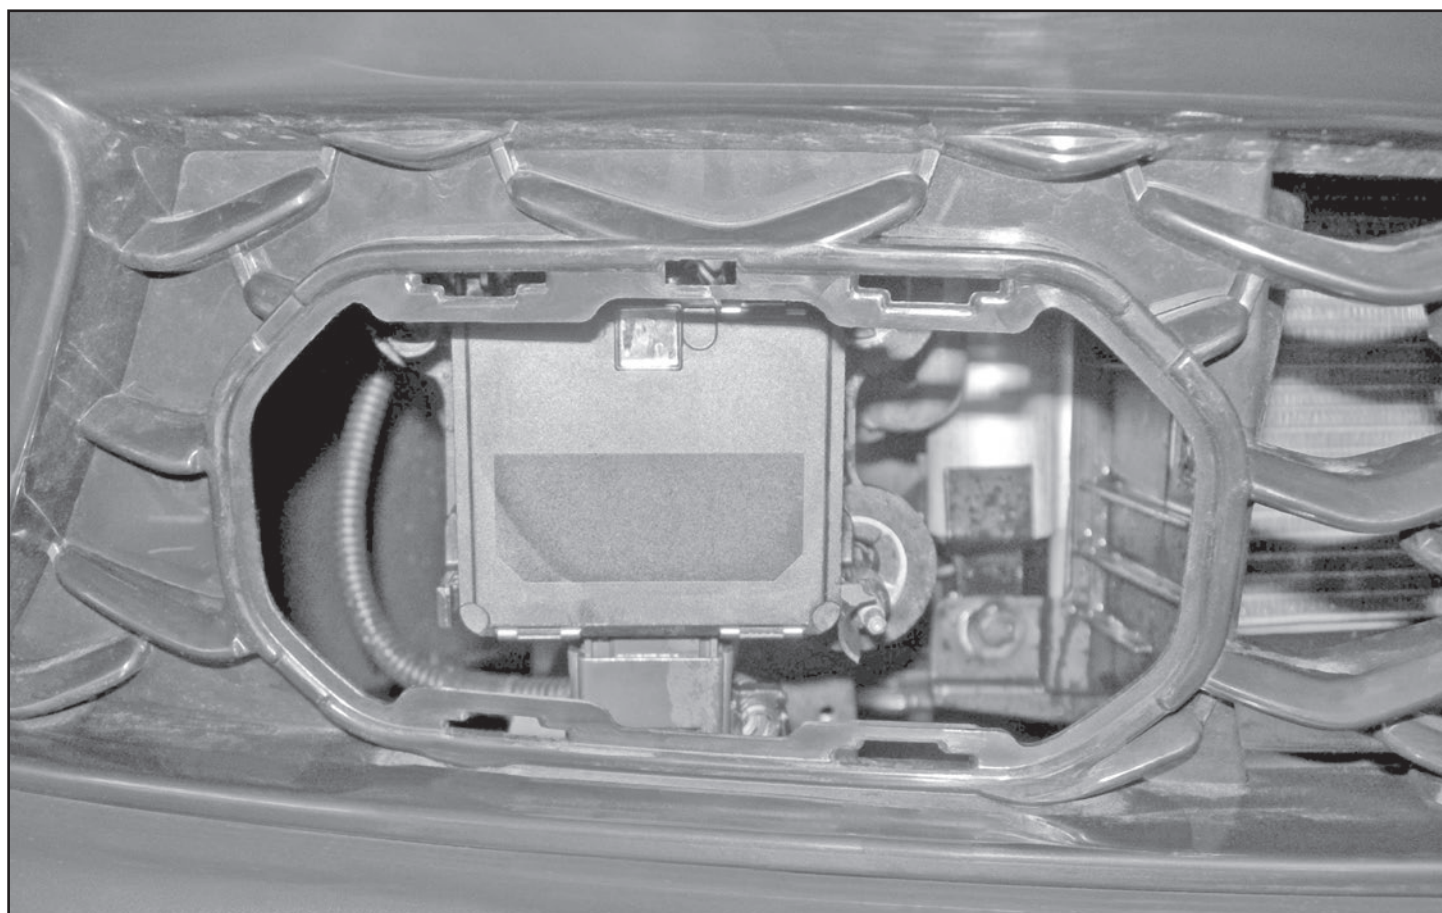

FIGURA 5
- **Nella figura 5** viene raffigurata l'operazione eseguita.